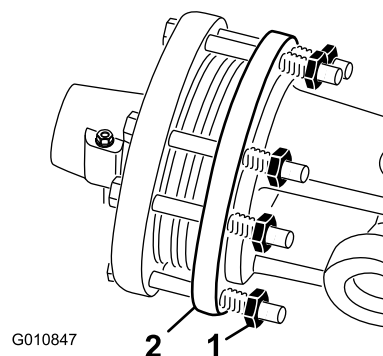

Figura 47
1. No final da época, solte cada uma das porcas da embraiagem 2 voltas (Figura 47).